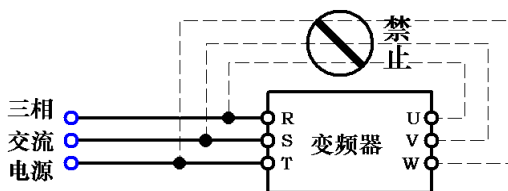

图 1-2
- 严禁将交流电源接到变频器的输出端子 U、V、W 上，否则将会造成变频器的损坏，如图 1-2 所示。